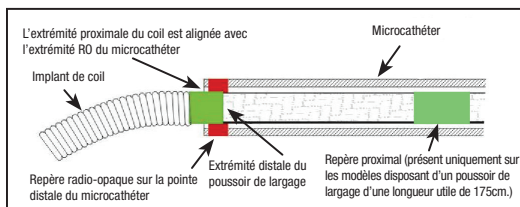

Figure 4 – Position des bandes repères pour le détachement
- Faire avancer le coil dans le site souhaité jusqu'à ce que le repère radio-opaque du pousoir de largage soit aligné ou légèrement distal par rapport au repère radio-opaque sur l'extrémité distale du microcathéter, en positionnant la zone de détachement juste à l'extérieur de l'extrémité du microcathéter. Voir la Figure 4.